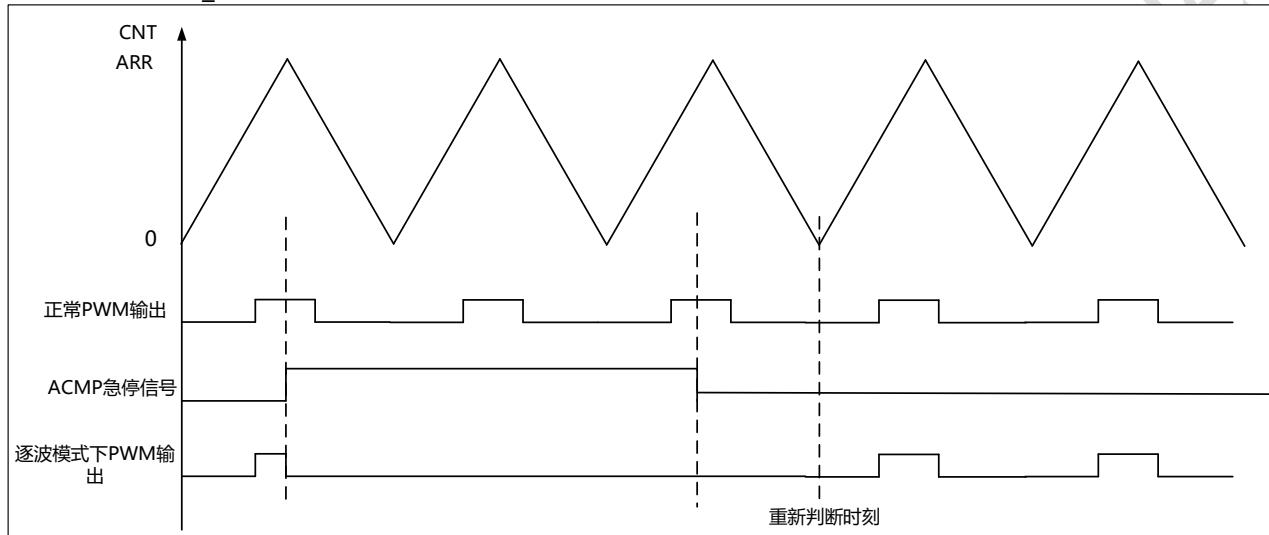

图 12-6 ACMP 逐波模式
**逐波模式**: 当 ACMP 输入的急停信号有效时, EPWM 切换到急停状态输出, 并在下次计数到 0 时, 硬件会再次判断 ACMP 急停信号是否仍然有效, 若失效, 则会退出急停状态, 逐波模式下硬件会在每个计数周期对 ACMP 急停信号判断, 动态切换 EPWM 输出, 若在计数周期内 ACMP 输入失效, EPWM 也不会立刻切换输出。如图 12-6 ACMP 逐波模式所示。